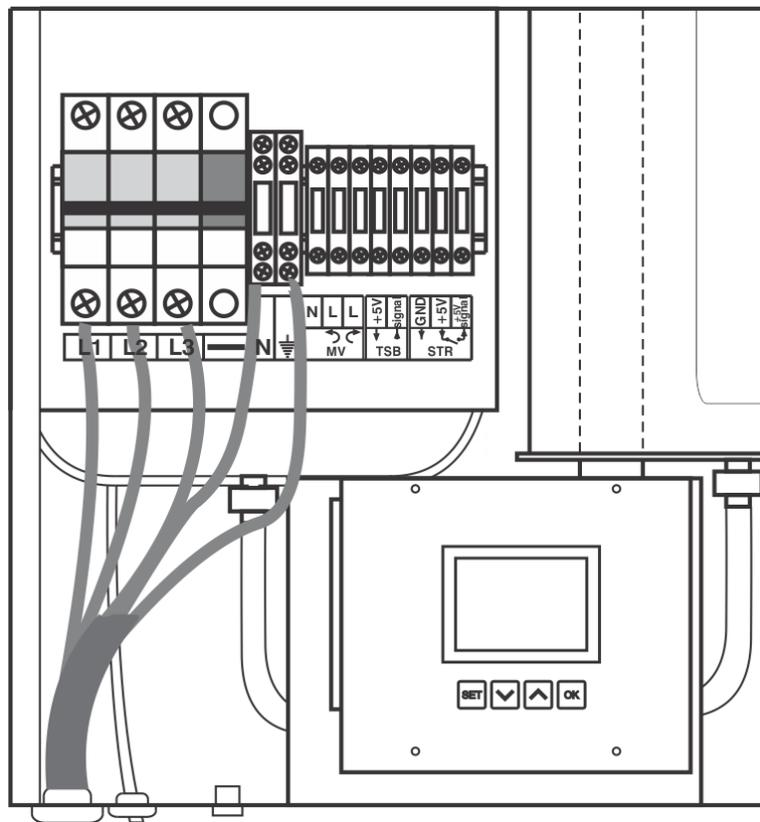

Figure 7: Schéma débranchement du câble d'alimentation
- Le branchement s'effectue selon le schéma de montage de la figure 7.
- Le conducteur neutre (zéro) se branche à la borne correspondante (N) qui est située sur le côté droit des fusibles avec le déclencheur de tension. La borne de branchement du conducteur neutre est de couleur bleue.